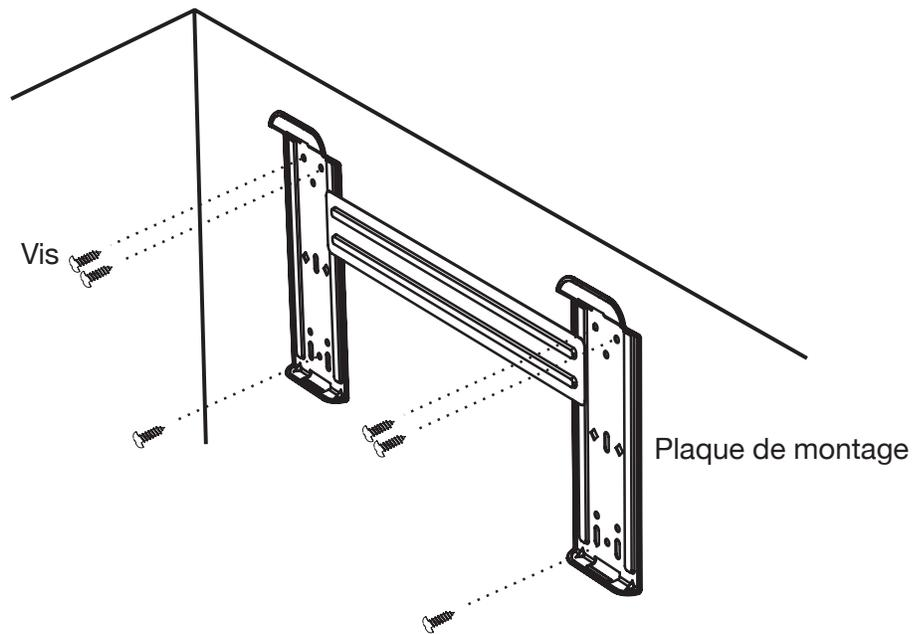

Figure 2.1
3. Monter le support sur le mur à l'aide des 6 vis fournies. S'assurer de visser directement dans les deux montants trouvés précédemment. Si le mur n'a pas de montant, utiliser des ancrages muraux (à expansion) pour fixer le support de montage. (voir la figure 2.1)